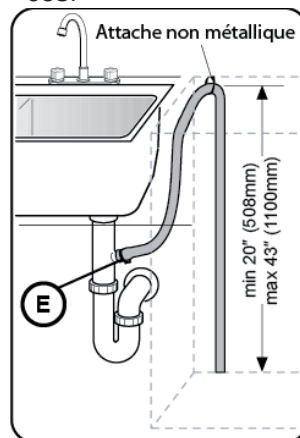

Figure 10
1. Directement sur le raccordement de vidange de lave-vaisselle sous l'évier, comme l'indique la Figure 10.